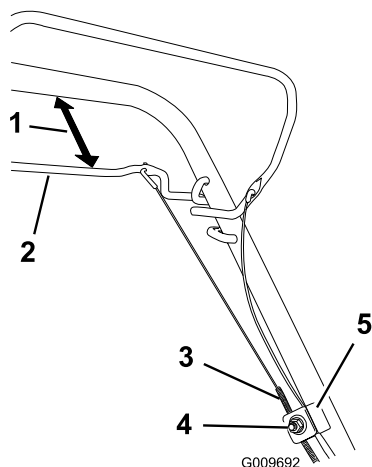

Figure 25
1. Desserrez l'écrou du support de guidage du câble (Figure 25).
- Maintenez la barre de commande d'autotraction à 25 à 38 mm (1 à 1,5") du guidon (Figure 25).
- Tirez la gaine du câble vers le bas (vers la tondeuse) jusqu'à ce qu'il n'y ait plus de mou dans le câble (Figure 25).